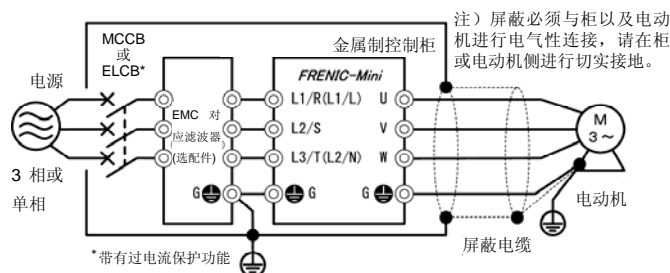

图 11.6 EMC 对应滤波器（选配件）设置方法
- 3) 辐射噪音超过标准时，如图 11.6 所示，请将变频器以及周边设备设置在金属制的柜内。